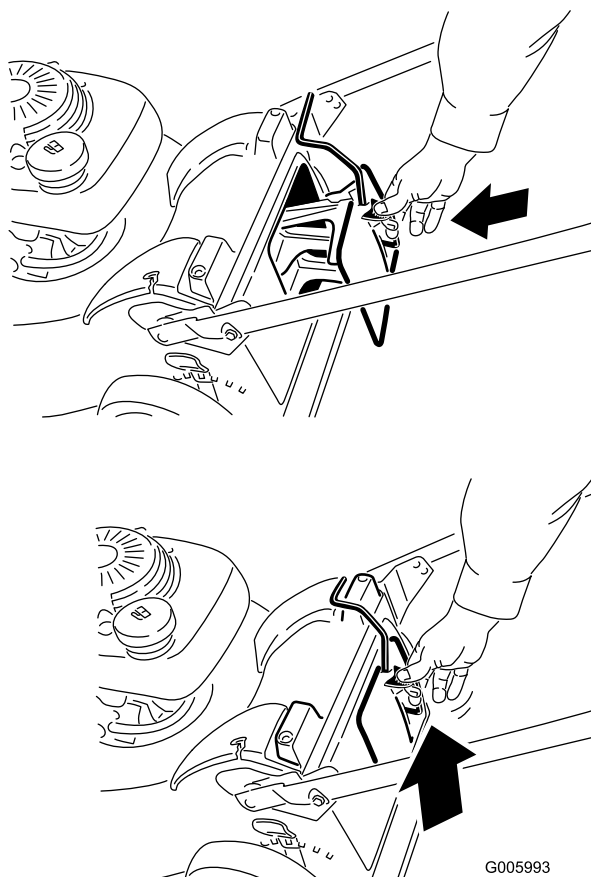

Figura 31
2. Montate il tappo mulching (Figura 31).